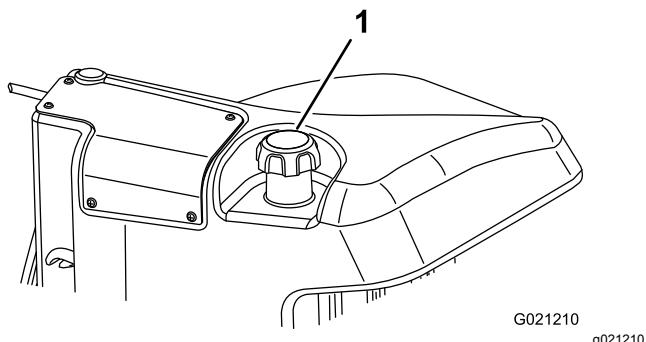

Рисунок 28
- Снимите крышку топливного бака (Рисунок 28).